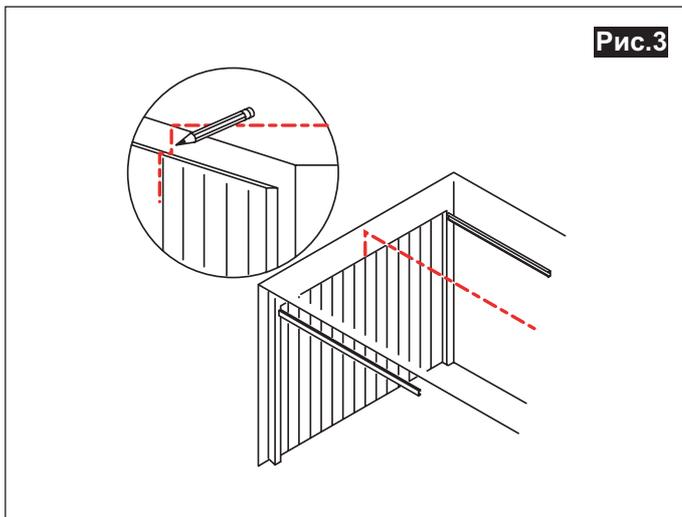

Рис.3
- Наметьте середину полотна ворот и проёма (**рис.3**).